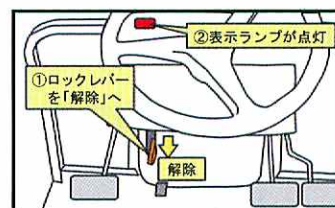

図 2 片ブレーキ操作の準備
1) 本装置は、「連結解除ペダル」と「ロックレバー」から構成されます（前ページ図）。ほ場に入ったら、ロックレバーを「解除」にします。表示ランプが赤く点灯します。この状態では、まだ左右のブレーキは連結されています（図 2）。